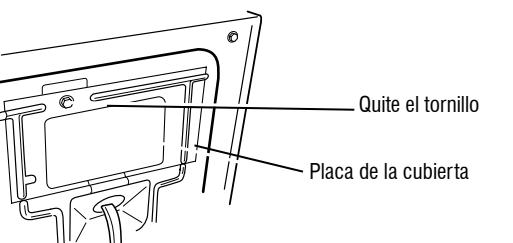

Figura 3: Retire la placa de la cubierta
- Retire la placa de la cubierta de la esquina superior derecha posterior de la secadora. Consulte la Figura 3.